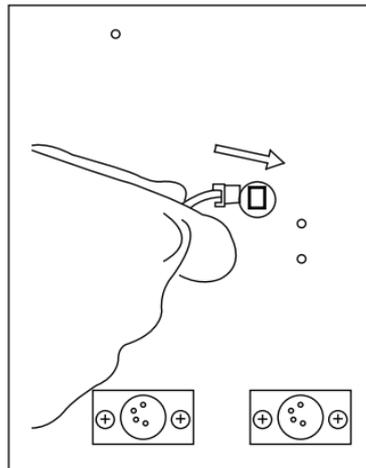

图 2
- 2、把电池扣板上的电源线接口按照图 2 所示方向插进电源插座中；